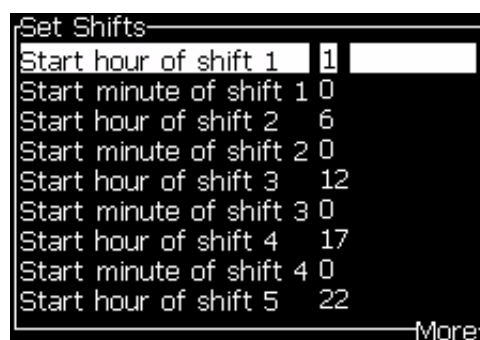

Figura 5-41: Definir turnos
- 3 Pressione a tecla *Enter* para abrir a caixa de diálogo *Definir turnos* (Figura 5-41 na página 5-47).